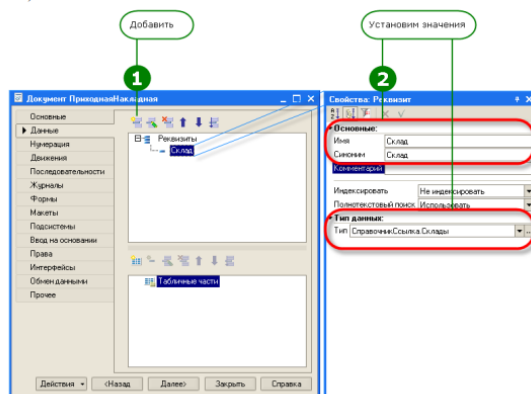

Рис. 3.2.18. Создание реквизита документа
**Задание 3.** Создание документа «Приходная Накладная» Создадим несколько объектов типа Документ, чтобы иметь возможность фиксировать события, происходящие в нашей фирме. Одними из самых популярных услуг нашего предприятия является ремонт телевизоров и установка стиральных машин. И в том, и в другом случае требуются некоторые материалы, которые расходуются в процессе оказания этих услуг. Поэтому двумя важнейшими событиями в хозяйственной жизни нашей организации будут являться поступление материалов и оказание услуг. Для отражения этих событий в базе данных мы создадим два документа: Приходная накладная и Оказание услуги. Документ Приходная Накладная будет фиксировать факт поступления в нашу организацию необходимых материалов, а документ Оказание Услуги – фиксировать оказание услуг и расход материалов, которые используются при оказании этих услуг. Создадим новый объект конфигурации Документ. Зададим имя документа – Приходная Накладная. Нажмем Далее. Создадим реквизит документа с именем Склад и типом Справочник Ссылка. Склады (рис. 3.2.18):